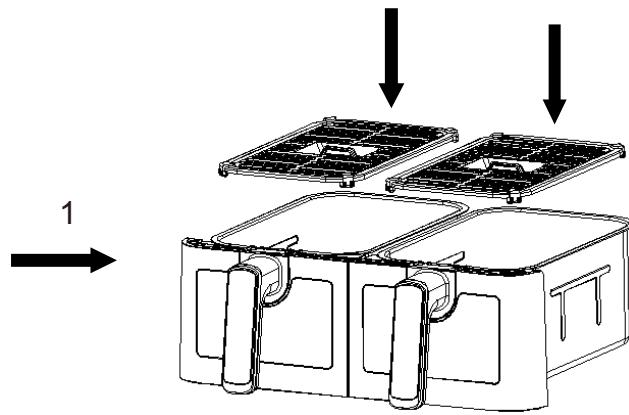

Fig.5
3. Coloque la cesta en la freidora (Fig. 5).